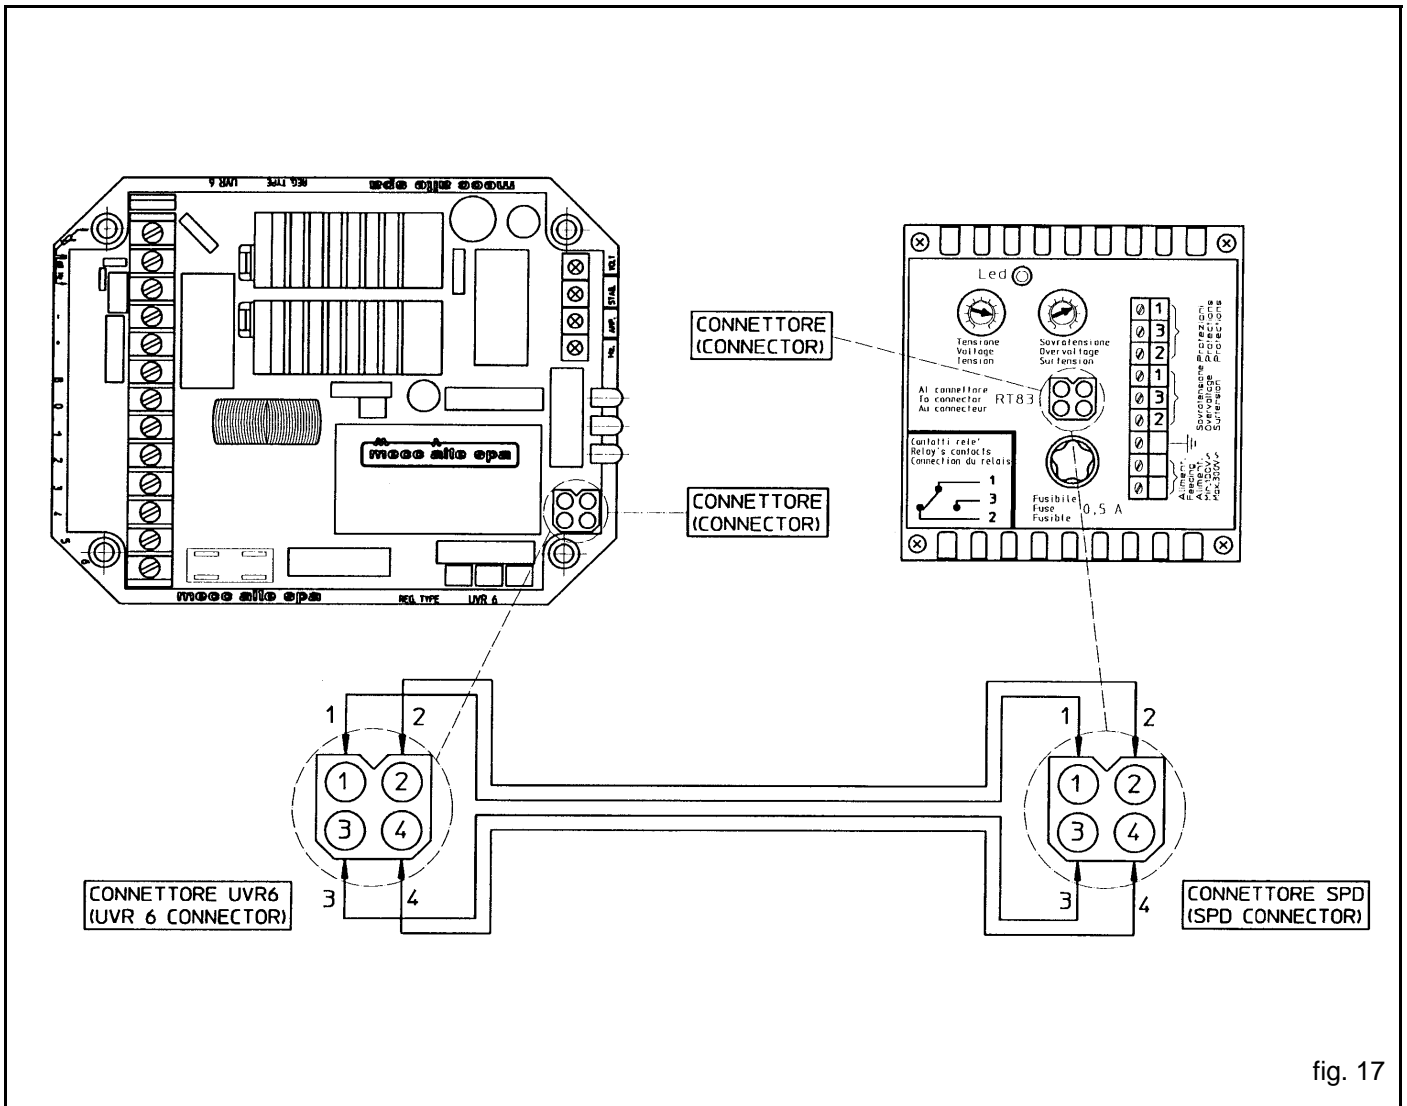

fig. 17
-) Collegare l'SPD96/A al regolatore UVR6 tramite l'apposito connettore a 4 pin (vedi fig. 17).
-) Connect the SPD96/A to the UVR6 regulator using the relevant 4-pin connector (see fig. 17).